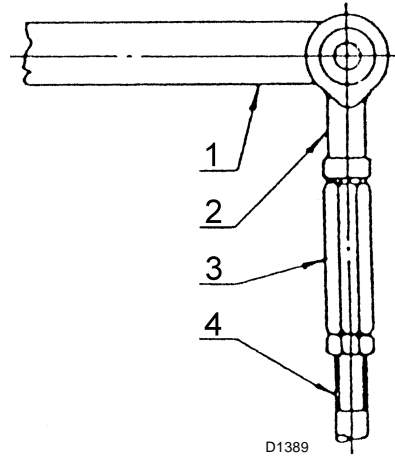

Fig. 16
Key (Fig. 16)
- detach ball-joint 2)(Fig. 16) from lever 1);